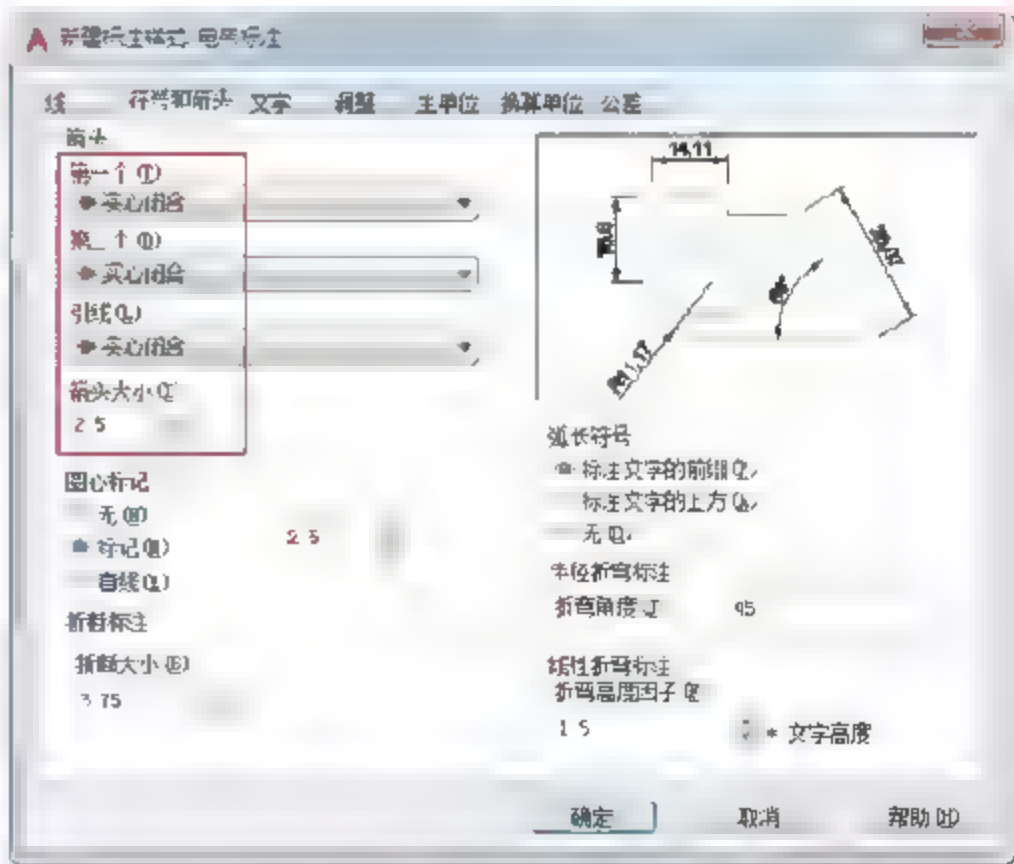

图5-39 【符号和箭头】选项卡
- 04 选择【符号和箭头】选项卡，设置【箭头】样式及【箭头大小】选项值，如图5-39所示。